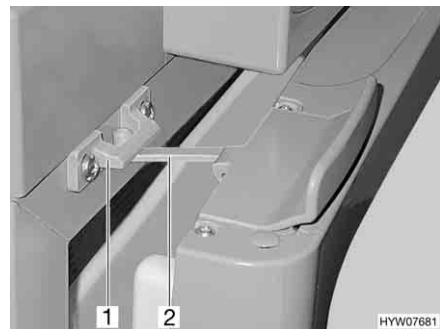

Fig. 178 Porte du réfrigérateur en position de ventilation (Thetford)
- Ouvrir le verrouillage (Fig. 178,2) et l'enclencher dans le logement de verrouillage (Fig. 178,1). La porte du réfrigérateur reste ainsi légèrement ouverte.